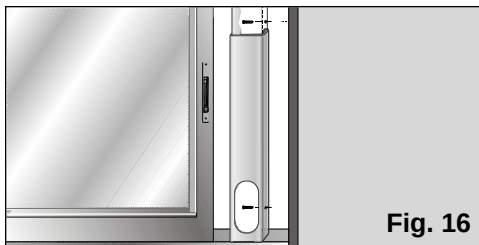

Fig. 16
- Til montering på vindu / balkongdør er denne utstyrt med to sidehull. Ved hjelp av to skruer (ikke inkludert i tilbehøret) kan brukeren feste delen i rammen eller i vegg uten fare for at den skal bevege seg eller falle ned fra holdet, **Fig.16.**